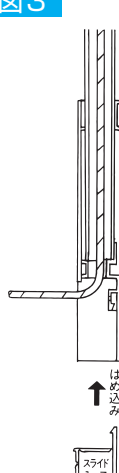

図4
- 図4 メーターボックス底面ノック穴から電線を差し込み、ボックス本体を取り付けて下さい。